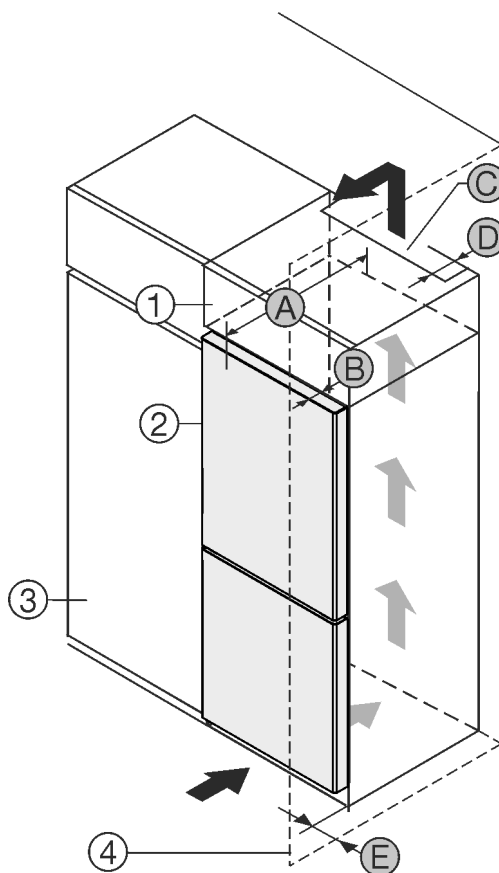

Fig. 1
Puteți amplasa aparatul direct lângă dulapul de bucătărie *Fig. 1 (3)*.
În partea din spate a dulapului suspendat trebuie să existe o fantă de aerisire cu grosimea *Fig. 1 (D)* pe toată lățimea dulapului suspendat.
Sub tavanul încăperii trebuie să fie respectată secțiunea de ventilație *Fig. 1 (C)*.
Atunci când montați aparatul cu balamalele lângă un perete *Fig. 1 (4)*, distanța dintre aparat și perete trebuie să fie de minim 13 mm.
Atunci când montați aparatul cu balamalele lângă un perete *Fig. 1 (4)*, distanța dintre aparat și perete trebuie să fie de minim 20 mm.
Astfel încât să puteți deschide complet ușa, aparatul trebuie să fie proeminent cu cel puțin adâncimea ușii *Fig. 1 (B)* față de suprafața frontală a dulapului de bucătărie. În funcție de adâncimea dulapurilor de bucătărie *Fig. 1 (3)* și utilizarea distanțierelor de perete, aparatul poate ieși mai mult în afară.